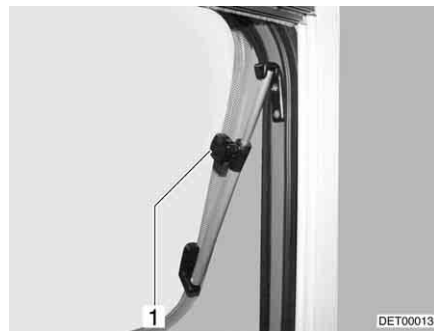

Fig. 55 Finestra apribile con deflettore a rotazione
- Aprire la finestra apribile fino alla posizione desiderata e fissarla mediante il pomello zigrinato (Fig. 55,1).
- Ruotare il pomello zigrinato (Fig. 55,1) fino a che l'arresto viene sbloccato.